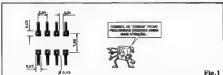

Fig.1
- **FIG. 1 - COMO AS "COISAS" SÃO PEQUENAS, QUANDO SE TRATA DE MONTAGENS COM INTEGRADOS...** - Enquanto estivamos lidando apenas com componentes "discretos", com circuitos centrados em transistores e seus "companheiros" semicondutores, as "coisas" eram já pequenas, mas nem tanto... Havia sempre uma certa flexibilidade mecânica e "especial" nas montagens, que inclusive permitia a sua implementação até em "pontas" de terminais, ou mesmo em barras de conectores parafusáveis... Agora, com os Integrados assumindo os papéis centrais nos circuitos, a miniaturização se intensificou: os padrões e *lay outs* de ilhas e pistas ficaram bem "apertadinhos" e quem tiver "mão mole" (ou tiver tomado "todas" contem...) encontrará algumas dificuldades, já que o campo físico das montagens é parametrizado em milímetros (e - às vezes - em frações de milímetro!). A própria traçagem básica de um Circuito Impresso específico não dá mais - na prática - para ser feita "à mão", devendo o Leitor/"Aluno" recorrer, na medida do possível, a decalques específicos, que além de proporcionar um acabamento esteticamente melhor, servem para evitar e prevenir erros elementares... Os problemas, porém, não se restringem à traçagem, já que a intensa miniaturização traz também "gatilhos" à própria corrosão, fissuração e soldagem dos Impressos... Para que o Leitor/"Aluno" tenha uma visão dos motivos desses problemas, a fig. traz as medidas básicas tomadas num conjunto de ilhas destinadas à inserção da pinagem de um Integrado DIL convencional: